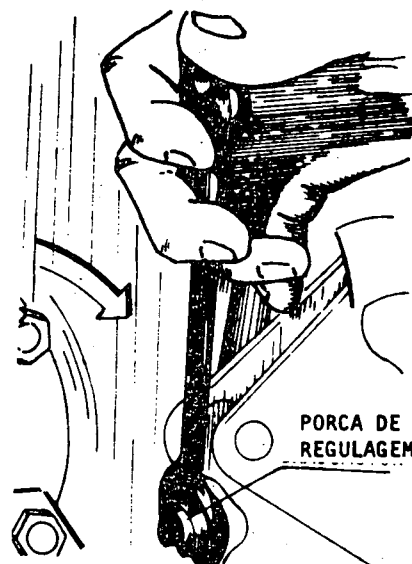

Fig. 2
- b Regule, girando a porca de regulagem do freio para aumentar ou diminuir a folga livre (fig. 2).